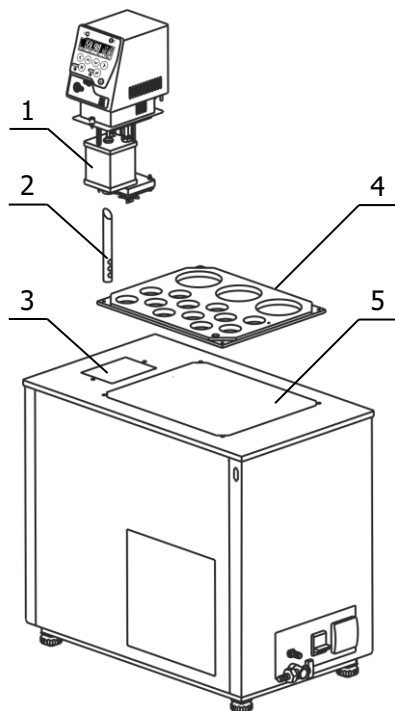
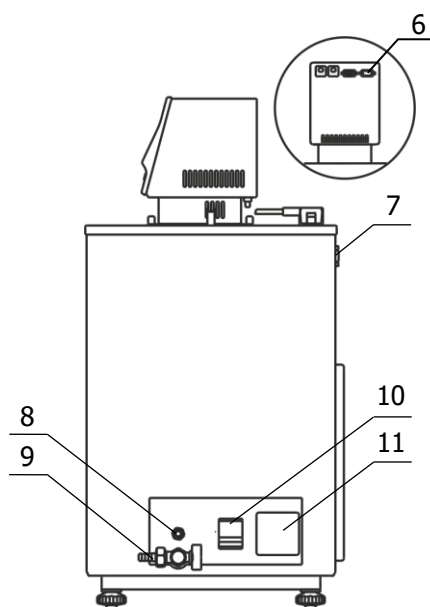

Рисунок 3 — Установка блока регулирования
Рисунок 5 — Боковая панель термостата
2.2.3 Выходную трубку насоса 2 (рисунок 3) вставить косым срезом до упора в резервуар 1 так, чтобы выходные отверстия трубки были направлены на переднюю стенку внутренней ванны, как показано на рисунке 4, и зафиксировать трубку винтом. Такое положение выходной трубки обеспечит эффективное перемешивание теплоносителя.
2.2.5 К переливному штуцеру 8 (рисунок 5) присоединить гибкий шланг, второй конец которого опустить в емкость для сбора излишков теплоносителя объемом 1,5–2 литра.
2.2.6 Заполнить ванну термостата теплоносителем через отверстие над рабочей зоной 5 (рисунок 3) до момента начала слива теплоносителя из переливного штуцера 8 (рисунок 5). Температурный диапазон применения теплоносителя должен соответствовать значениям, указанным в 1.2.6.
2.2.7 Вставить вилку сетевого кабеля блока регулирования в розетку 11 (рисунок 5). Соединить кабелем из комплекта поставки блок регулирования (разъем 6) и холодильную машину (разъем 7). Сетевой кабель термостата подключить к питающей сети. Для этого в лабораторном помещении должна быть установлена электрическая розетка из комплекта поставки термостата.
2.2.8 Автоматический выключатель 10 (рисунок 5) перевести в положение «включено».
Причина отсутствия перемешивания — неправильная работа насоса, вызванная воздушной пробкой, образовавшейся в резервуаре 1 (рисунок 3). Для ее устранения необходимо:
2.2.10 Установить крышку 4 (рисунок 3) над рабочей зоной и закрепить винтами из комплекта поставки.
2.4.2 Надеть сливной шланг из комплекта поставки на сливной кран 9 (рисунок 5) и закрепить его хомутом. Свободный конец шланга опустить в емкость для сбора теплоносителя объемом, превышающим объем термостата.